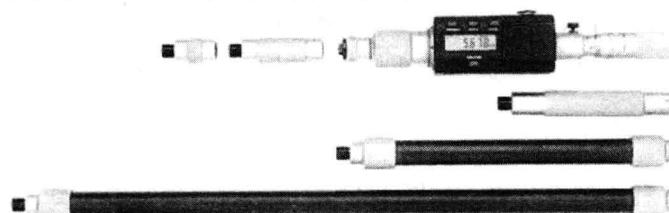

图 1-15 杆式数显内径千分尺
(2) 杆式数显内径千分尺 如图 1-15 所示，它可用于测量大孔径，测量范围为 $\phi 50 \sim \phi 63\text{mm}$ 。若要测量更大的孔径，可以装上接长杆，接长杆能一根一根地串连起来，最大可测量孔径为 $\phi 4000\text{mm}$ 。杆式内径千分尺无测力装置，测量压力的大小由手的感觉来掌握。